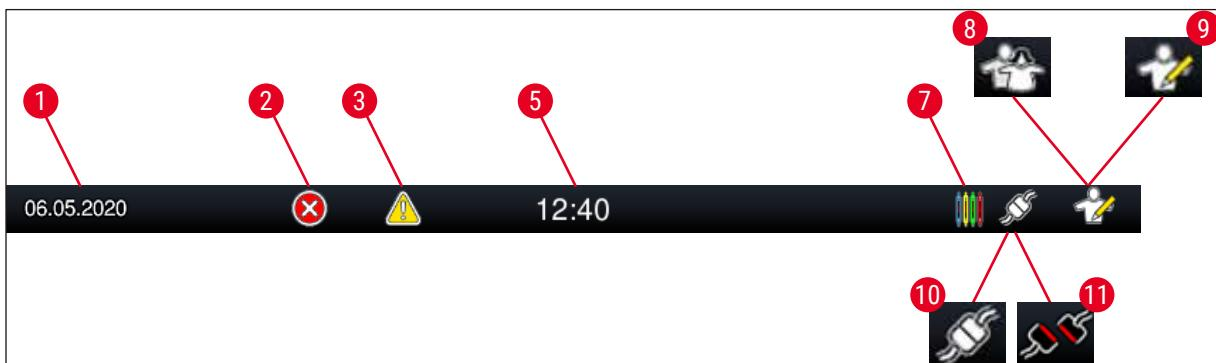

図 16
4. 現在のユーザーのステータスを示すアイコンが画面の右上、ステータスバー（→「図 16」）に表示されます。